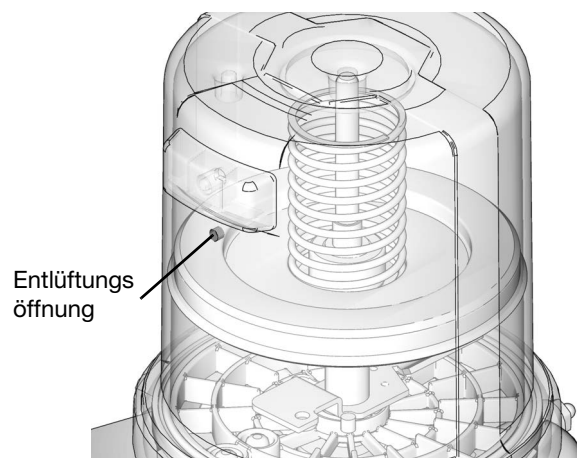

ABB. 16
3. Den Schmiermittelbehälter mit Schmiermittel befüllen, bis die Dichtung der Folgeplatte die Entlüftungsöffnung erreicht (ABB. 16) und der Großteil der Luft aus dem Schmiermittelbehälter verdrängt worden ist.